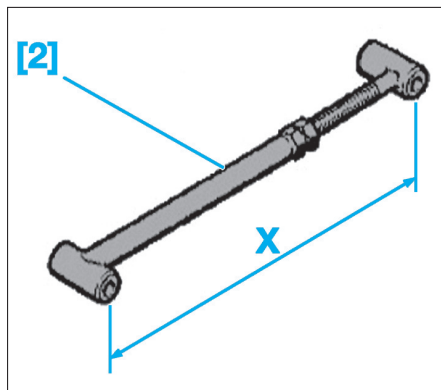

Fig. 46
- Relever la cote "X" du faux amortisseur [2] (Fig.46).